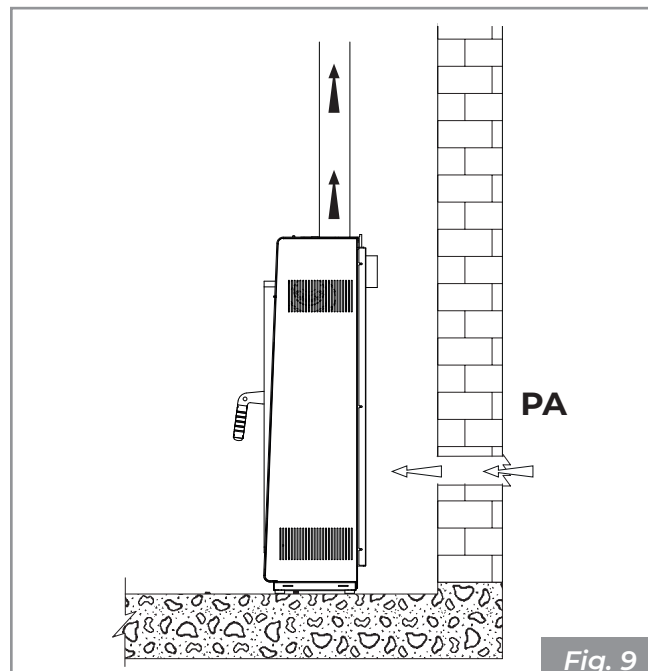

Fig. 9
- provenir du lieu d'installation ou de pièces voisines (**Fig. 9**)
Réaliser la prise d'air sur la paroi (**Fig. 9** - PA = Prise d'Air), et laisser l'appareil libre de prélever l'air dans la pièce.